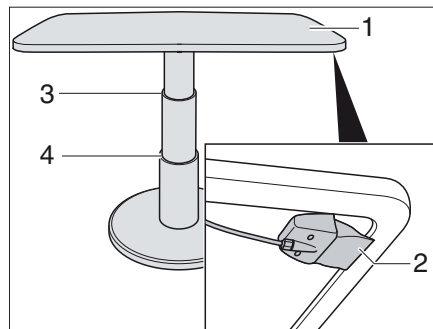

Fig. 56 Table à hauteur réglable de la dinette en U
- Tirer le levier de verrouillage (Fig. 56,2) vers le haut et le maintenir.
- Pousser le plateau de table (Fig. 56,1) au centre vers le bas jusqu'à la butée désirée (Fig. 56,3 ou 4).